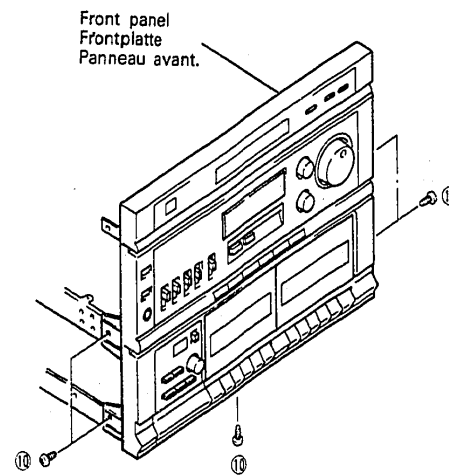

Fig. 5 Abb. 5
6. **Frontplatte (Abb. 5)**
6. **Panneau avant (Fig. 5)**